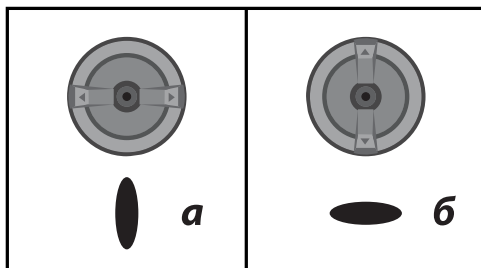

Рис. 2
- а) горизонтально - для формирования вертикального факела при окраске вправо-влево (Рис. 2а);
- б) вертикально - для горизонтального факела при окраске вверх- вниз (Рис.2б);
9. Для регулировки интенсивности распыления поверните рычаг (3), чтобы отрегулировать необходимую форму факела от круглой до овальной.
10. При пробной окраске определите необходимую скорость ведения распылителя для равномерной окраски и расход материала, во избежание, при большой скорости и недостаточном расходе, неравномерного покрытия; а при низкой скорости и избыточном расходе - потеков материала. Регулировка расхода материала осуществляется вращением регулятора (3).